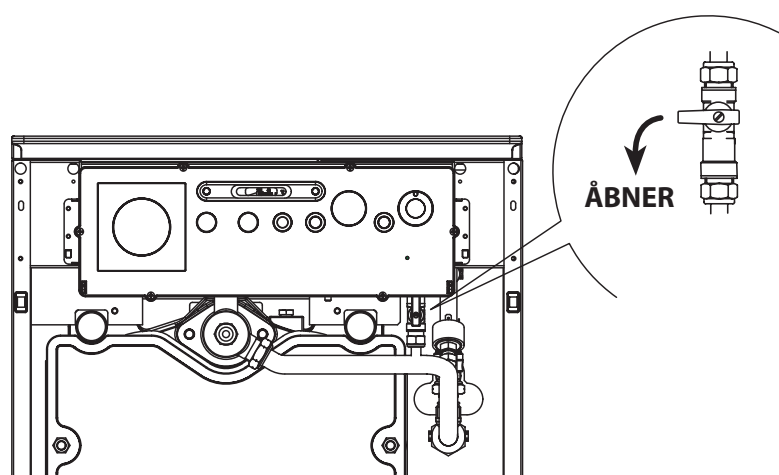

Fig. 4
2.2.1 Fyldning af anlægget (fig. 4)
Kontrollér at hanen er blevet lukket (fig. 4) når handlingen er færdig.